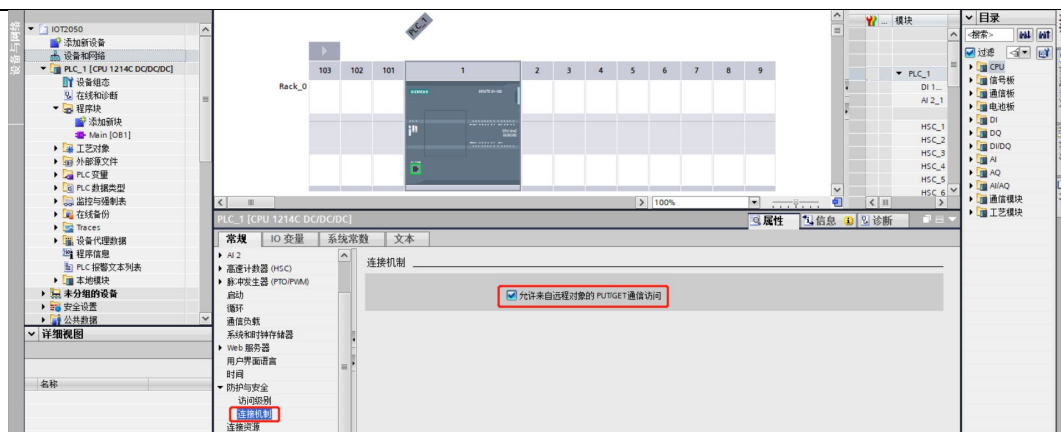

图1-22 PLC的IP地址设置
(4) 右键 PLC 属性，勾选“允许来自远程对象的 PUT/GET 通信访问”。如图 1-22 所示。